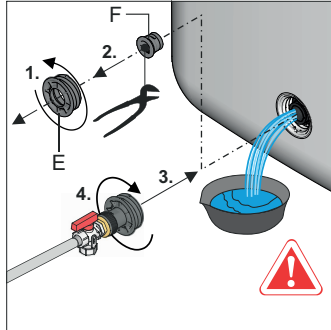

Bild 6-4 KFE-Befüllanschluss in Füll- und Entleeranschluss einschrauben
- Am Füll- und Entleeranschluss das Gewindestück (Bild 6-4, Pos. E) herausdrehen, sowie den Verschlussstopfen (Bild 6-4, Pos. F) entfernen **und sofort** den vormontierten Gewindeinsatz mit **KFE-Befüllanschluss** in den Füll- und
Entleeranschluss (Bild 6-4) wieder **einschrauben**.